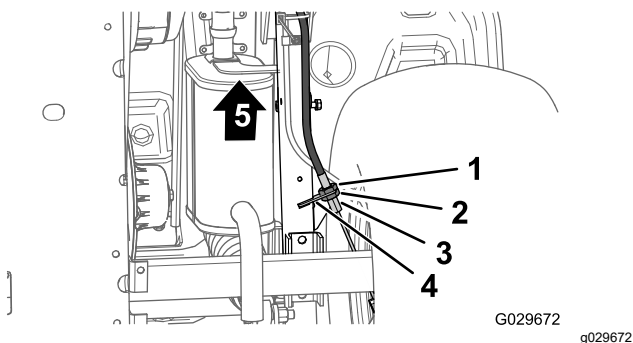

Figure 50
3. Au bas de la machine, desserrez de 4 tours l'écrou de blocage arrière du dispositif de réglage fileté sur le câble de frein de stationnement (**Figure 50**).
4. Resserrez l'écrou de blocage avant (**Figure 50**).
- A. Desserrez d'un tour l'écrou de blocage avant (**Figure 50**) du dispositif de réglage fileté du câble de frein de stationnement.
- B. Resserrez l'écrou de blocage arrière (**Figure 50**).
- A. Desserrez d'un tour l'écrou de blocage arrière (**Figure 50**) du dispositif de réglage fileté du câble de frein de stationnement.
- B. Resserrez l'écrou de blocage avant (**Figure 50**).